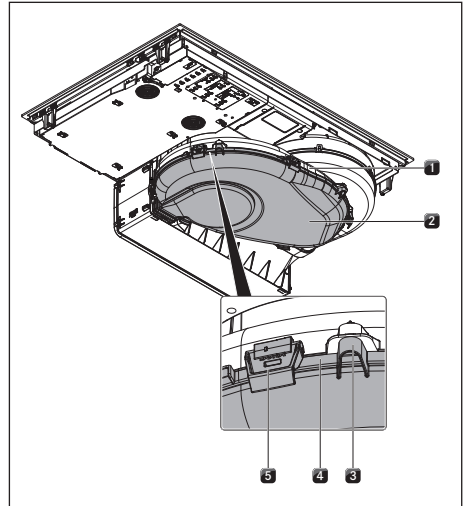

Fig. 8.4 Luftføringskabinettet
- ▶ Træk filterudskiftningsklappen inde i indstrømningsåbningen ud gennem åbningen i filterhuset (Udtagning af filterudskiftningsklap se fig. 8.4).